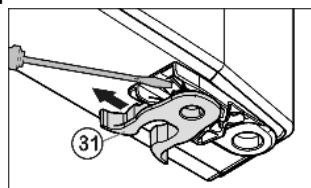

Fig. 11
- ▶ Spostare il Fig. 11 (31) morsetto a molla: Premere verso il basso il dentino antisfilamento, estrarre il morsetto a molla tirando verso l'alto.